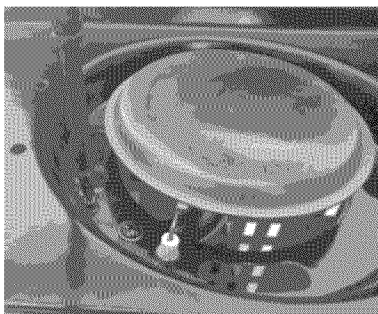

Fig. 11j
8. Vuelva a sujetar el quemador lateral al estante del quemador lateral con los 2 tornillos quitados previamente como se indica en la **Fig. 11j**.